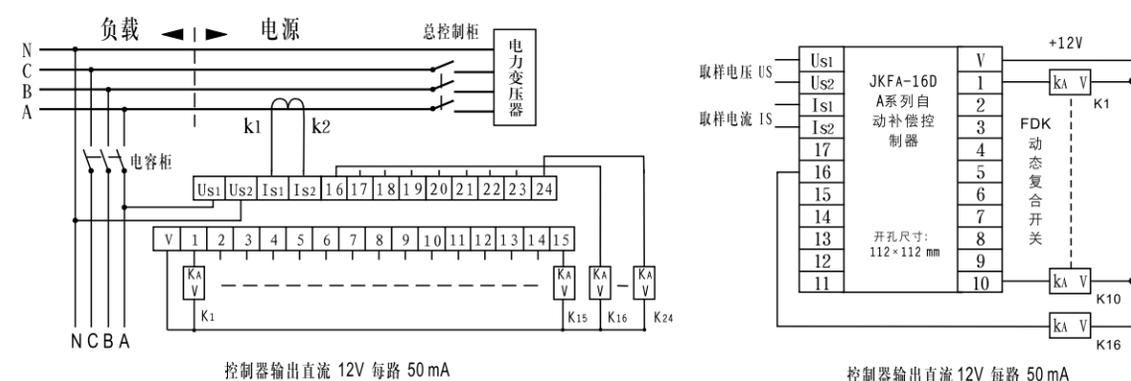

图 1
相电压取样，接线见第 8 页图 1；
- 相电压取样，接线见第 8 页图 1；